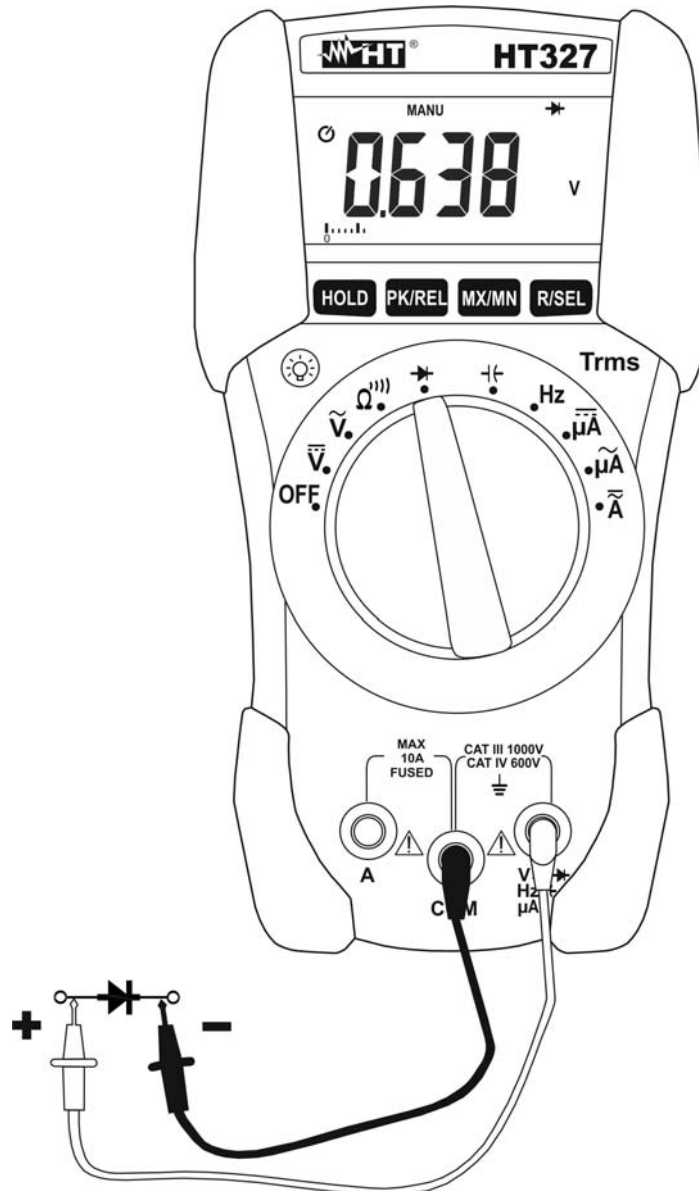

Fig. 7: Uso dello strumento per la Prova Diodi
3. Posizionare i puntali ai capi del diodo in esame rispettando le polarità indicate (vedere Fig. 7). Il valore della tensione di soglia in polarizzazione diretta è mostrato display. Per una buona giunzione P-N lo strumento deve visualizzare un valore compreso tra 0.4 e 0.9V
4. Se lo strumento visualizza il messaggio "**O.L.**" i terminali del diodo sono invertiti rispetto a quanto indicato in Fig. 7 oppure la giunzione P-N del diodo è danneggiata.